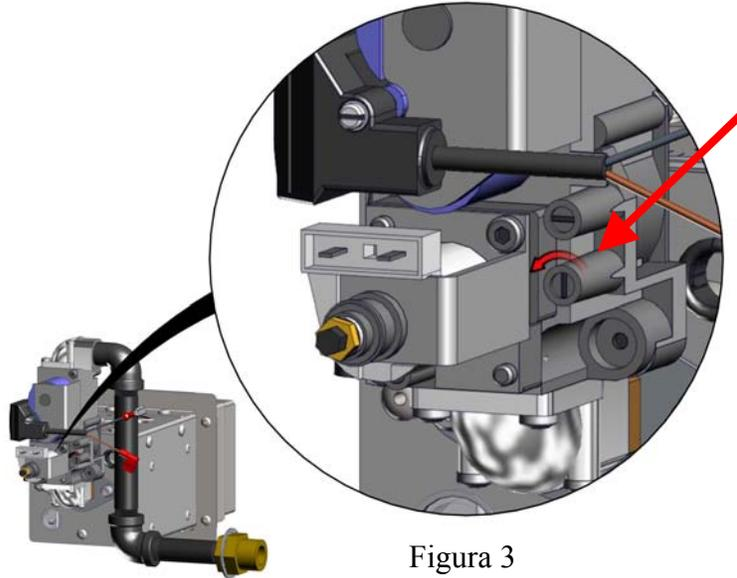

Figura 3
- Utilizando los botones de configuración desplazarse a través de los códigos de parámetros cambiándolos a coincidir (Figura 3)
- Afloje el tornillo 1 vuelta completa en sentido horario contrario(Figura 3)